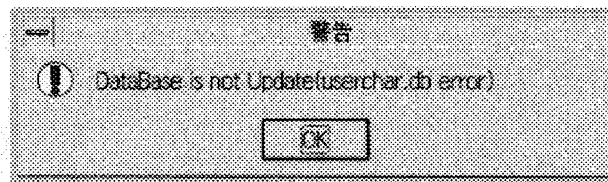

図7-6
「Bank Append (R)」操作を実行したとき、図7-6の警告情報のダイアログが表示された場合はファイルのBANKへの読み込みができなかったことを意味し、以下のように対処します。